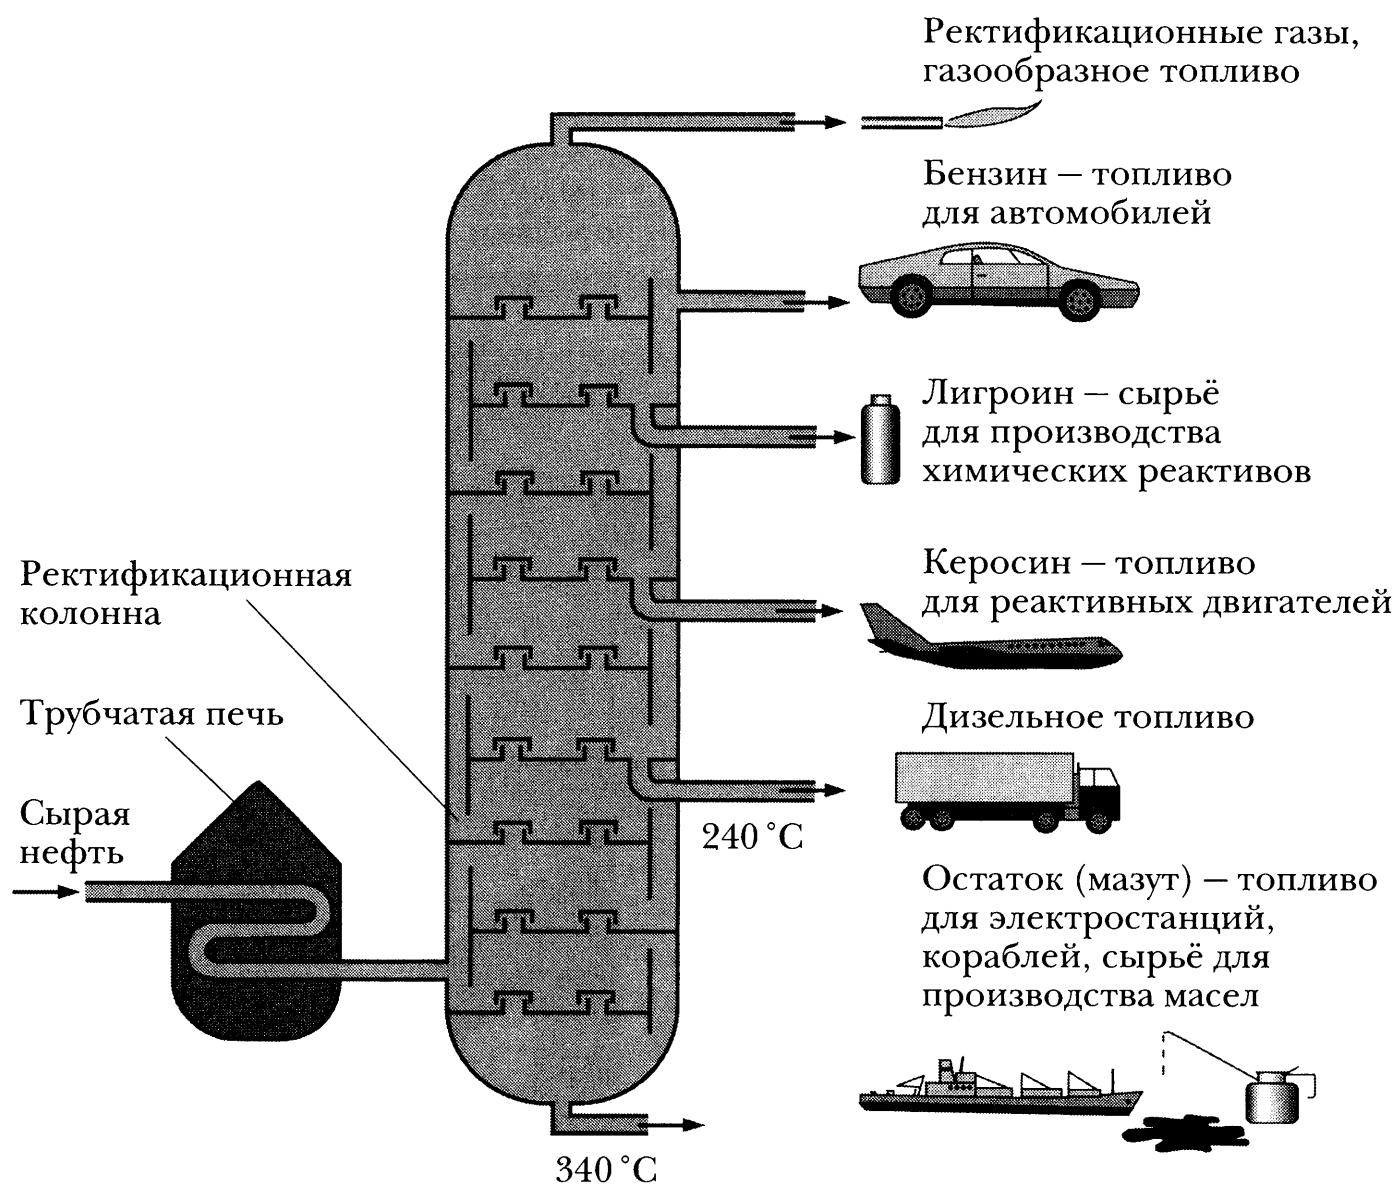

Рис. 41. Фракционная перегонка нефти
**Фракционная перегонка нефти.** В конце XX в. для перегонки нефти и разделения её на фракции (лат. *fractio* — «разламывание») стали использовать ректификационные колонны (рис. 41). Внутри каждой из них находится набор